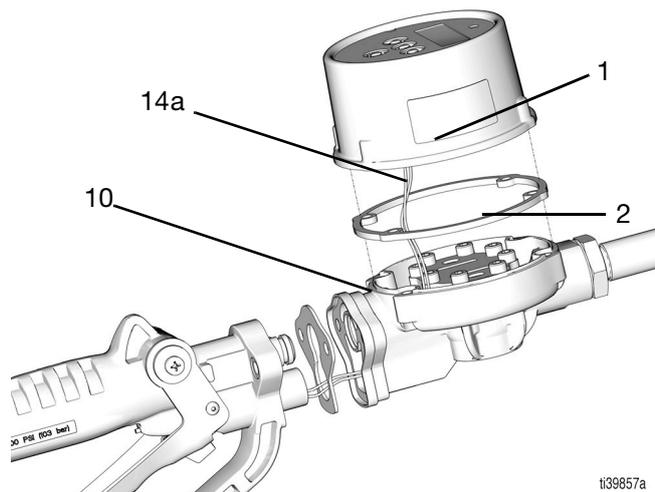

FIG. 17
5. Desmonte el bisel (1) en el alojamiento del medidor (10), (FIG. 17).
9. Coloque el bisel (1) de forma que la pantalla quede en posición vertical cuando sujete la válvula.
10. Vuelva a montar el bisel (1) en el alojamiento del medidor (10), consulte la FIG. 17 en la página 13.